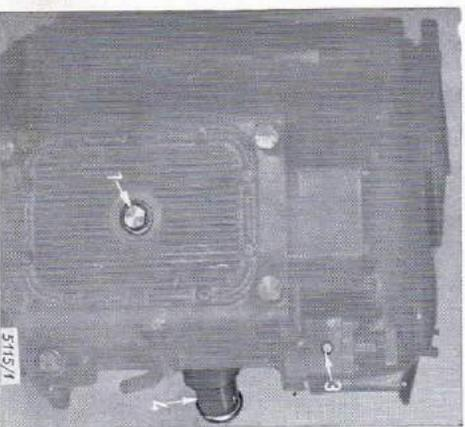

Fig. 22
La vidange d'huile ne s'effectuera que lorsque le moteur est chaud, du fait que l'huile s'écoule alors plus facilement. Pour ce faire, dévissez le bouchon de vidange (1) – Figure 22 – situé sur le fond du carter d'huile et évacuez l'huile altérée.